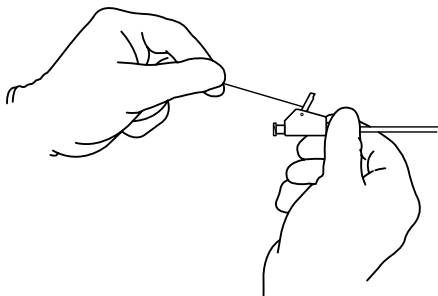

Fig. 1
- a. Stabilisér Mac-Loc muffesamlingen med den ene hånd og træk i suturen, så den distale stentløkkekonfiguration dannes. (Fig. 1)